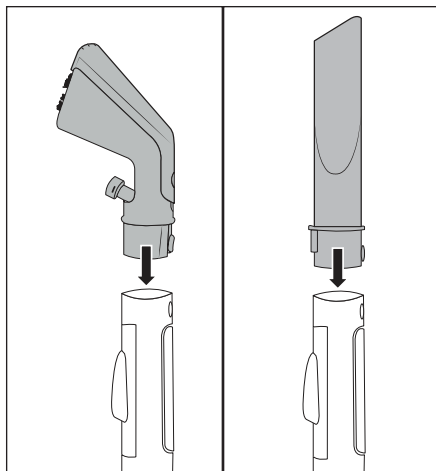

Bild 3
- ♦ Stick in textilmunstycket 22 eller fogmunstycket 29 i produktens spray-/sugslangen 19 så att låsknappen 25/32 klickar fast (se bild 3).